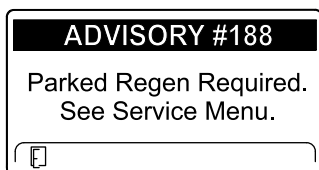

Рисунок 48
- Требуется стационарная регенерация ИНФОРМАЦИОННОЕ СООБЩЕНИЕ № 188 (Рисунок 48)